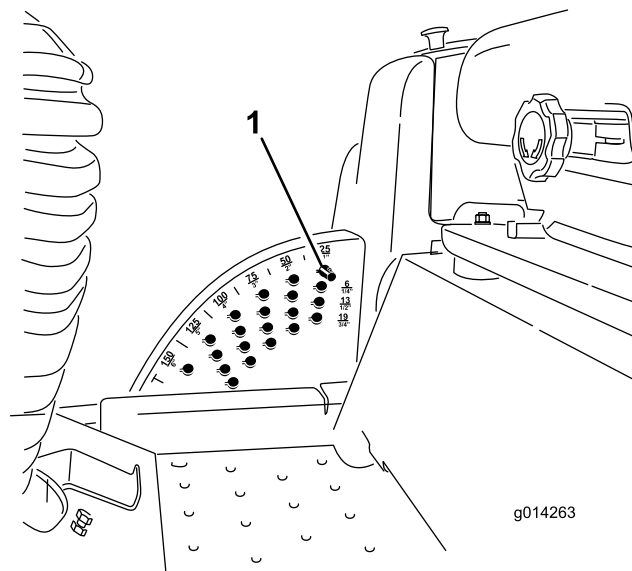

Figure 26
1. Lorsque le moteur tourne, repoussez la commande de levage plateau de coupe en arrière jusqu'à ce que le plateau soit complètement levé et **relâchez immédiatement la commande** (Figure 26).
2. Tournez la goupille de butée jusqu'à ce que la saillie soit en face des trous du support de hauteur de coupe et retirez-la (Figure 26).
3. Placez la goupille dans le trou du support correspondant à la hauteur de coupe voulue et tournez-la pour la verrouiller en place (Figure 26).
Remarque: Il y a 4 rangées de trous (Figure 26). La première rangée donne la hauteur de coupe indiquée au-dessus de la goupille. La deuxième rangée donne la hauteur indiquée plus 6 mm. La troisième rangée donne la hauteur indiquée plus 12 mm. La dernière